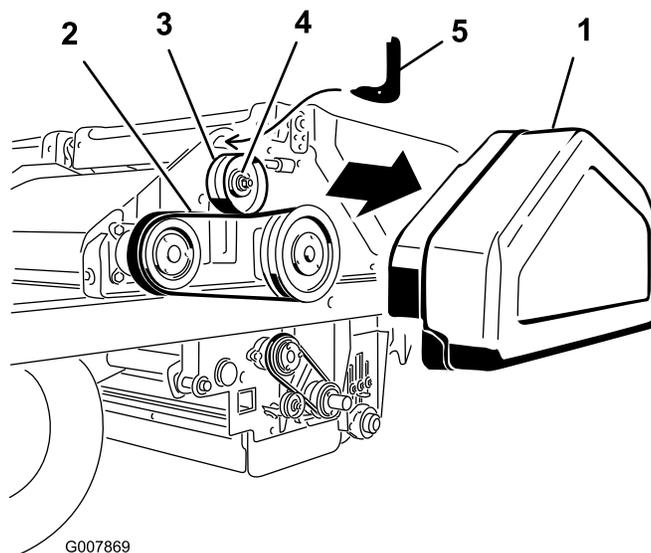

Figure 59
1. Retirez le couvercle de courroie (Figure 59).
2. Desserrez l'écrou sur la poulie de tension (Figure 59).
3. Insérez le bout crochu du tendeur de courroie dans le trou au-dessus de la poulie de tension (Figure 59). Appuyez le bas courbe de l'outil sur la poulie de tension.
4. Insérez l'embout d'entraînement d'une clé dynamométrique de 1/2 pouce dans le trou du tendeur de courroie (Figure 59).
5. Tournez le tendeur vers vous jusqu'à obtention d'un couple de 5,7 Nm, puis tout en maintenant ce couple, serrez l'écrou de la poulie (Figure 59).